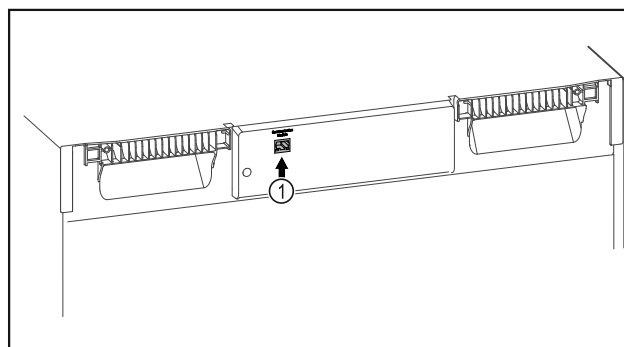

Fig. 113
- SmartModule Fig. 113 (1) inserito.